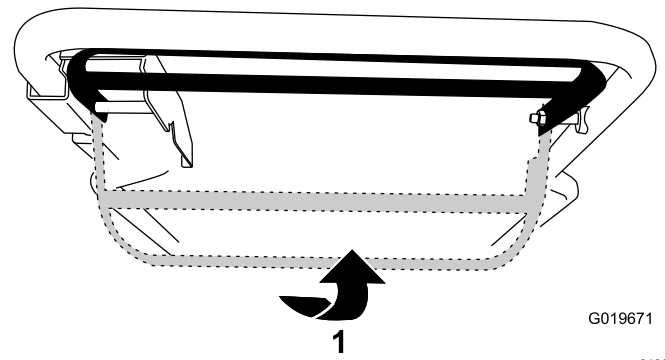

Figure 15
- **Pour utiliser l'autopropulsion sans engager la lame :** Relevez la barre de commande de la lame contre le guidon (Figure 15).